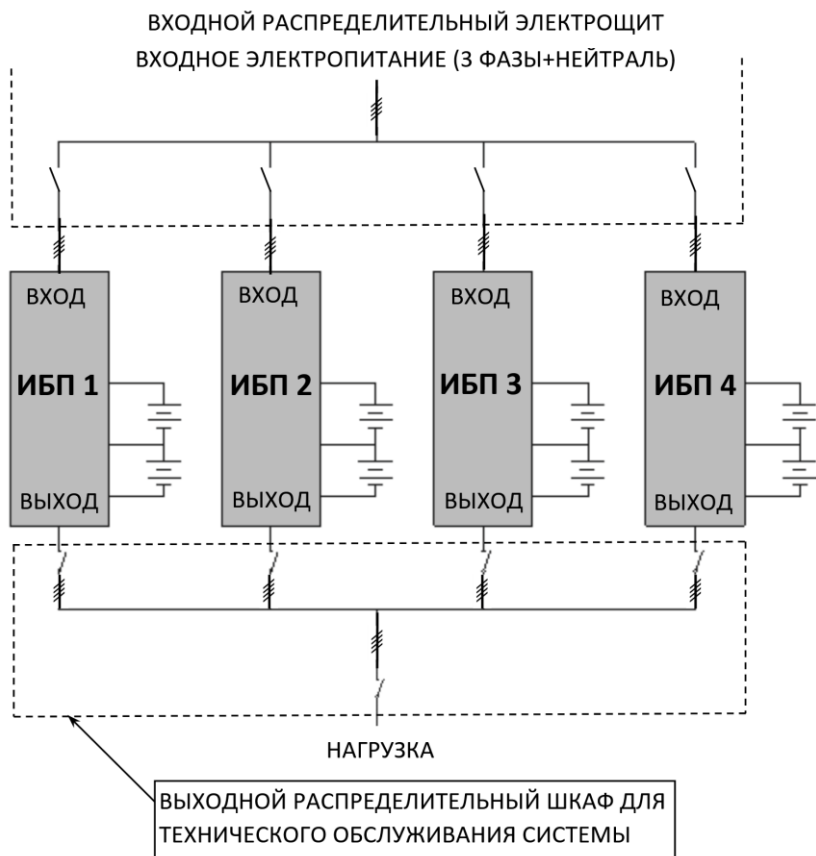
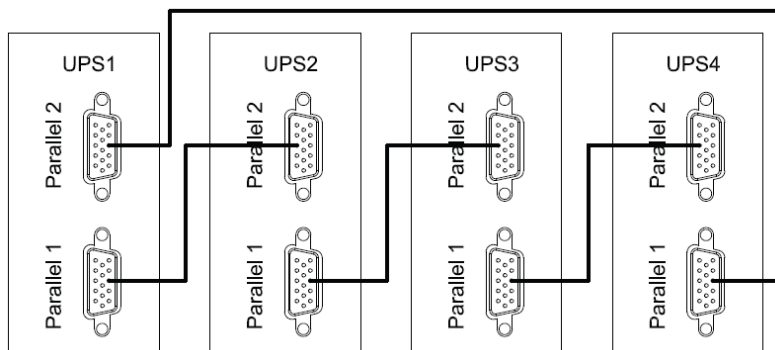

Рисунок 24 — Пример схемы подключения четырех изделий в систему параллельного резервирования с выходным распределительным шкафом.
Рисунок 25 — Схема соединения изделий в «кольцо» через параллельные порты.
Изделие имеет встроенный параллельный контроллер и может работать в системе бесперебойного питания с параллельным резервированием (см. рисунок 24 и рисунок 25). Целью такой системы является либо повышение надежности (резервирование), либо увеличение общей выходной мощности (масштабирование).
ВНИМАНИЕ! Установите дополнительные внешние выходные выключатели (см. рисунок 24) между выходными клеммами каждого изделия и общими шинами, тщательно соблюдая фазировку.
- отключите входное сетевое питания каждого изделия. Убедитесь в том, что все внешние выключатели разомкнуты (см. рисунок 24);